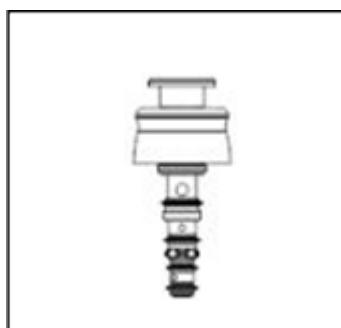

Figure 4
25. Si le piston de pré-nettoyage est présent dans le Set (Cf Figure 4)